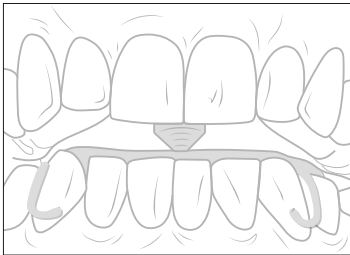

Abb. 3
13. Durch Öffnungs- und Schliessbewegungen wird im Mund überprüft, ob die Pfeilspitze in die Bohrung der Plexiglasrondele einrastet (Abb. 3).